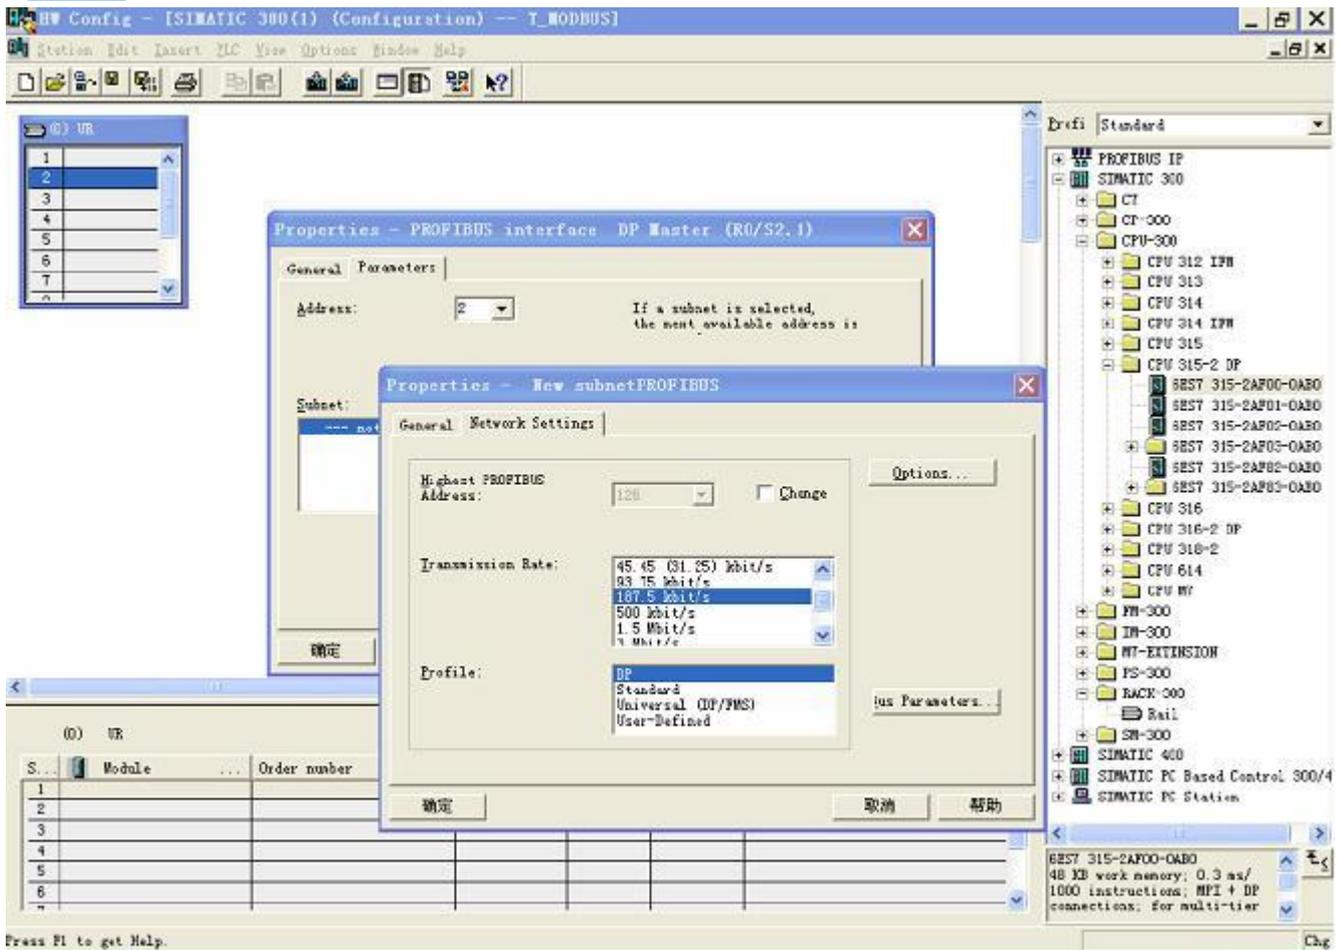

图 11
9. 创建 PROFIBUS DP 网络, 设置 PROFIBUS DP: New->Network settings, 选择 DP, 选择一个波特率如 187.5Kbps, 然后 “OK”. 双击它; 如图 11